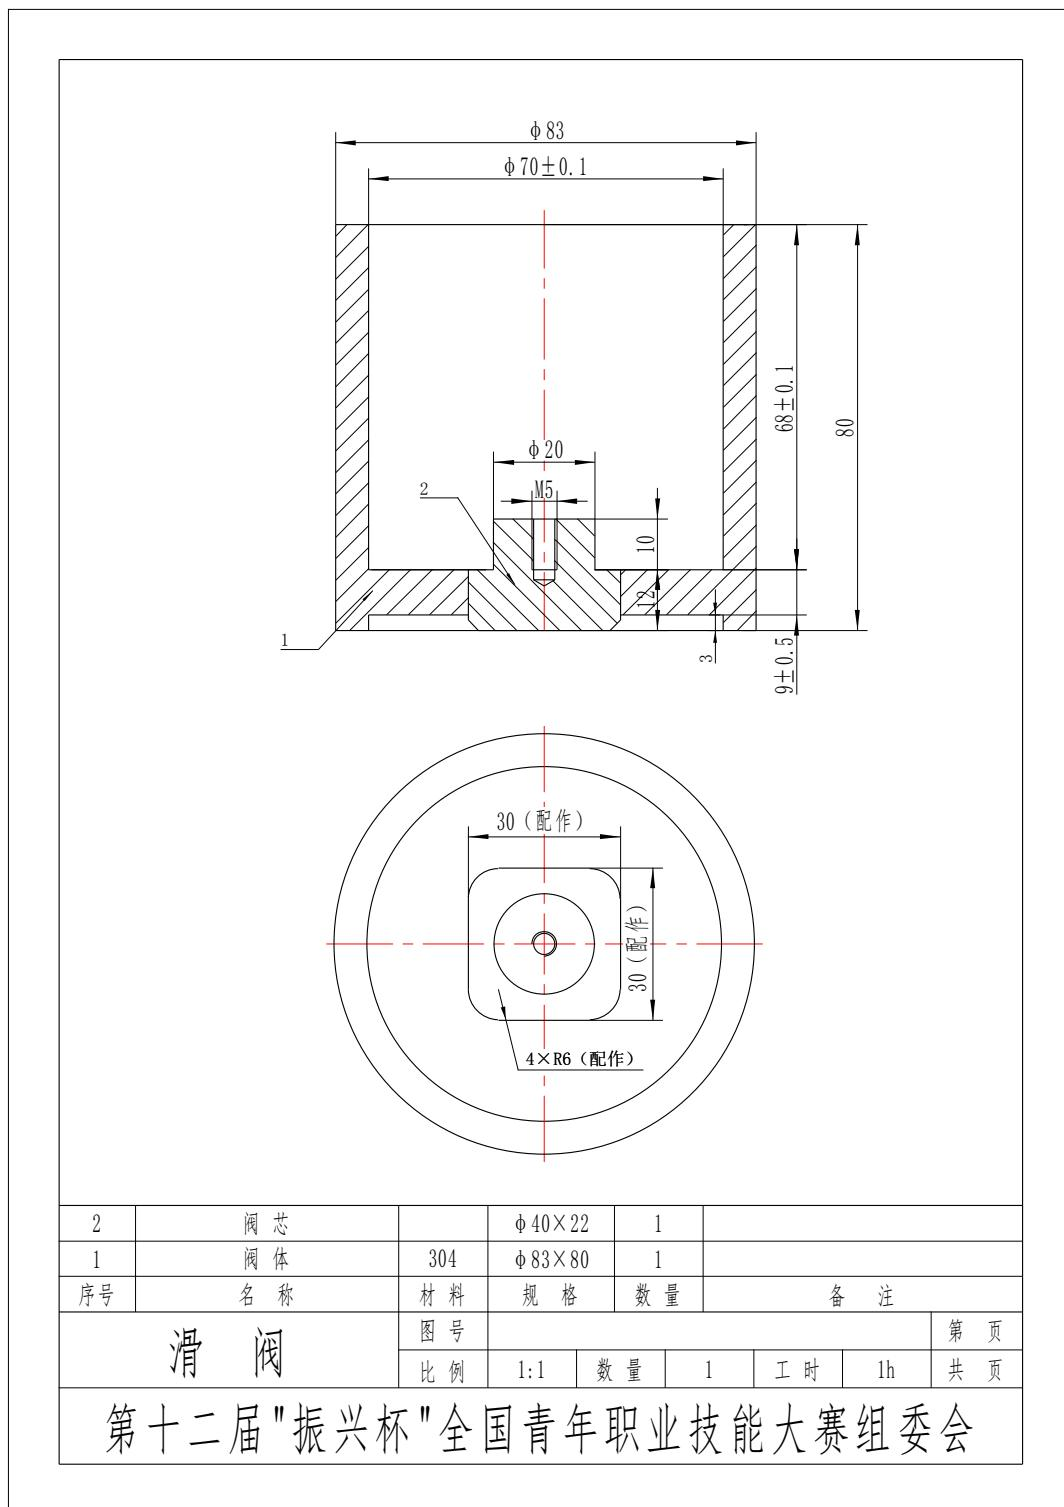

图 13 滑阀装配体
(1) 竞赛内容:
①滑阀结构如图 13 所示。
②阀体由各参赛选手于赛前自行加工, 比赛时带到比赛现场, 现场做标记, 材料为 304 不锈钢;
③阀芯毛坯由大赛组委会提供, 比赛选手现场按照阀体尺寸进行配作;
④阀芯配作完成后, 与阀体的装配由选手进行, 阀芯必须能完全通过阀体, 如不能完全通过阀体, 此项比赛按零分记。
(2) 评分说明: